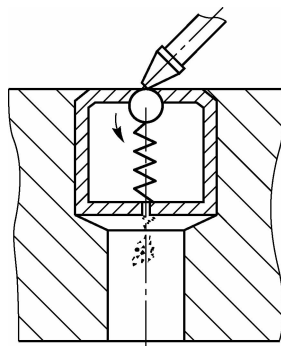

图 1-5 弹子油杯润滑
(4)弹子油杯润滑,如图 1-5 所示。润滑尾座、中滑板、小滑板的手柄转动轴承处,每班一次。